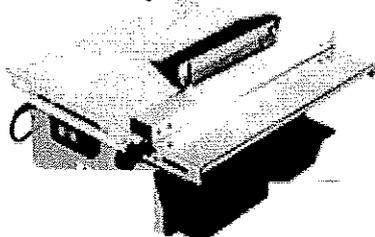
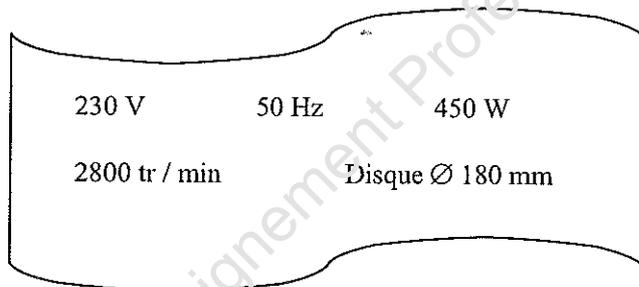

Figure 6
Figure 7 : fiche signalétique
5.1 Lors de la pose du carrelage, l'artisan carreleur a utilisé une scie à carrelage (figure 6) équipée d'un disque diamant. La plaque signalétique de l'appareil est représentée ci-dessous (figure 7).
5.1.1 Compléter le tableau ci-dessous en utilisant la plaque signalétique (figure 7).